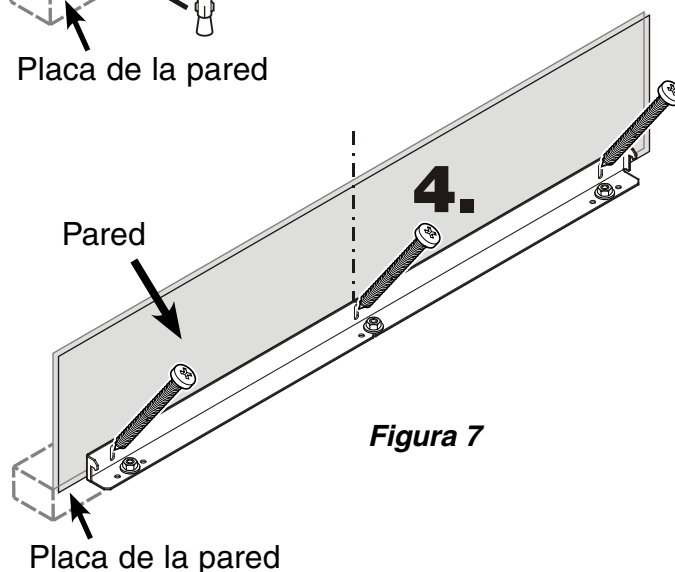

Figura 7
4. Fije la escuadra con 3 tornillos (1/4" x 2-1/8") a la placa de la pared (**Figura 7**).